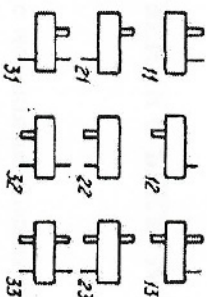

Рис. 1. Варианты сборки
2.1. Варианты сборки редукторов и их технические характеристики приведены на рис. 1 и в табл. 1.